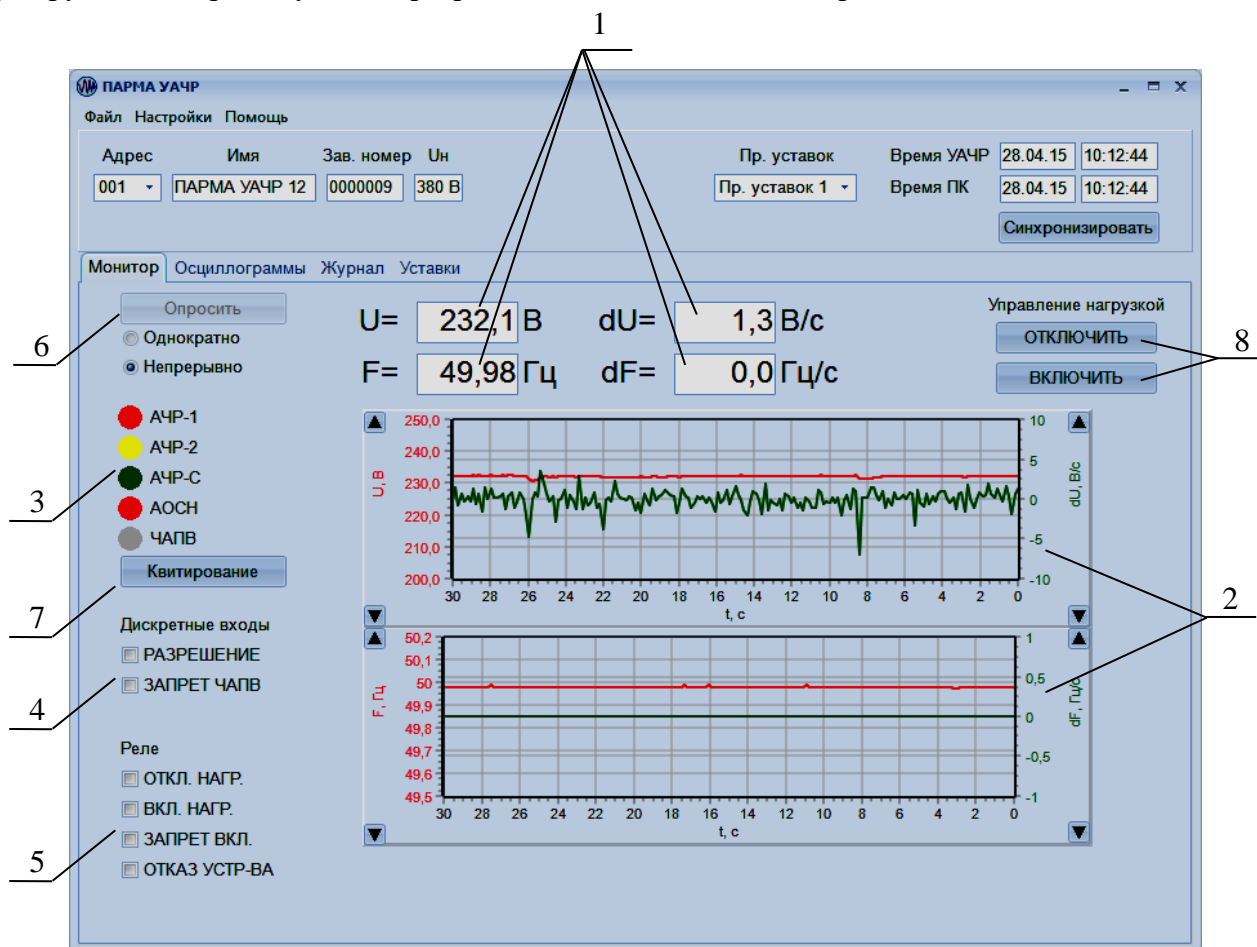

Рисунок 9 – Вкладка "Монитор"
5.3.7.1 Вкладка "Монитор" (рисунок 9) предназначена для отображения параметров сети и состояния УАЧР. Параметры сети – напряжение, частота, скорости изменения напряжения и частоты – отображаются как в числовой форме (1) в соответствующих окнах вкладки, так и в виде графиков (2) действующего значения напряжения, скорости изменения напряжения, частоты и скорости изменения частоты.